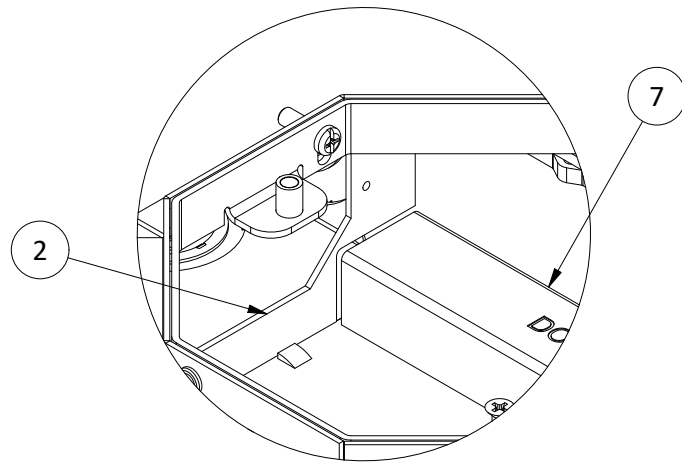

FIGURE 3
7. Reposition mounting plate [2] aligning short leg with wiring channel (SEE FIGURE 3).
17. Orient cover support collar [12] as required by removing and reinstalling screws [13]. Lap joint in collar defines the hinge location of the cover (SEE FIGURES 3 & 4)
17. Orienter le collier de soutien du couvercle [10] au besoin en retirant et en réinstallant les vis [11]. Le joint à recouvrement du collier définit où se trouvera la charnière du couvercle (CONSULTER LES FIGURES 3 et 4).